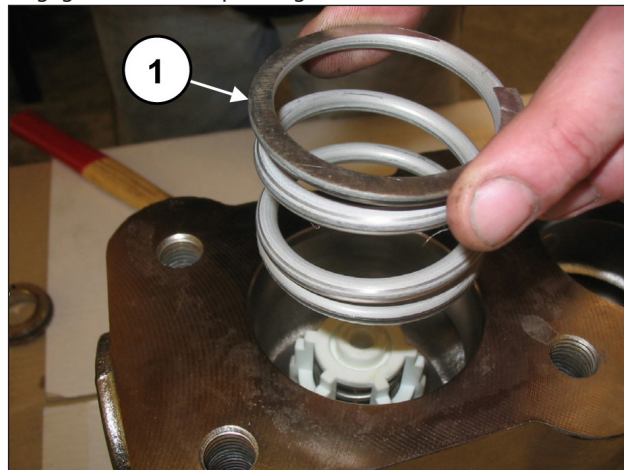

Fig. 102
Dégager le ressort (rep. ①, Fig. 102).